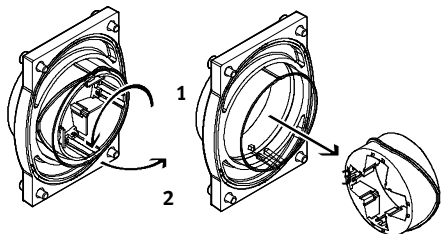

Fig. 10: retirada del anillo indicador
2. Gire 90° el anillo indicador (véase la Fig. 10).
1. Vuelva a encajar el anillo indicador en la tapa de la unidad de detección. Proceda en el orden inverso de desmontaje (→ también Fig. 10).